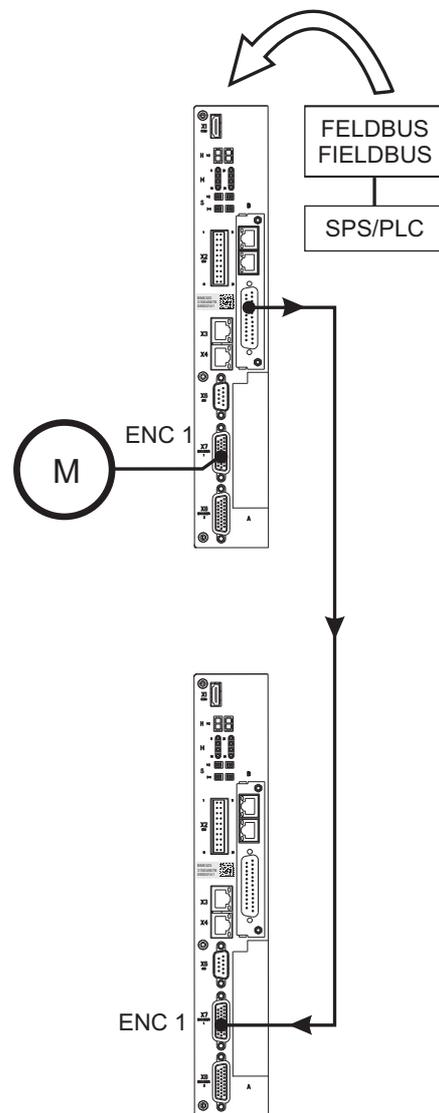

Abbildung 5: Anschlussbild Inkrementalgeber-Nachbildung
- Lage-Istwerte Geber 1 oder Geber 2, siehe Beispiel 1 und 2 in ▶Abbildung 5◀ auf Seite 27
- Feldbus-Sollwert (extern über Bus vorgegeben), siehe Beispiel 3 in ▶Abbildung 5◀ auf Seite 27
Das erzeugte Signal kann entweder zur Synchronisation einer Folgeachse, siehe Beispiel 1 und 3 in ▶Abbildung 5◀ auf Seite 27 oder zur Lage-Erfassung der Achse durch eine übergeordnete Steuerung, siehe Beispiel 2 in ▶Abbildung 5◀ auf Seite 27 verwendet werden.
Je nach gewünschter Anwendung wird nun die Inkrementalgeber-Nachbildung IEE (siehe ►Abbildung 5◄ auf Seite 27) mit weiteren Systemkomponenten verbunden.
- 2 Einen Ausgang (z.B. X1) der Inkrementalgeber-Nachbildung IEE mit dem Gebereingang der übergeordneten Steuerung (siehe Beispiel 2 in ►Abbildung 5◄ auf Seite 27) verbinden.
- 3 Einen Ausgang der Inkrementalgeber-Nachbildung IEE (z.B. X1) mit dem Gebereingang des nachfolgenden b maXX Antriebs (siehe Beispiel 1 in ►Abbildung 5◄ auf Seite 27) verbinden.
- 1 Der **Modbus/TCP (MOD)** ist korrekt verkabelt (MOD entsprechend Beispiel in ►Abbildung 5◄ auf Seite 27).